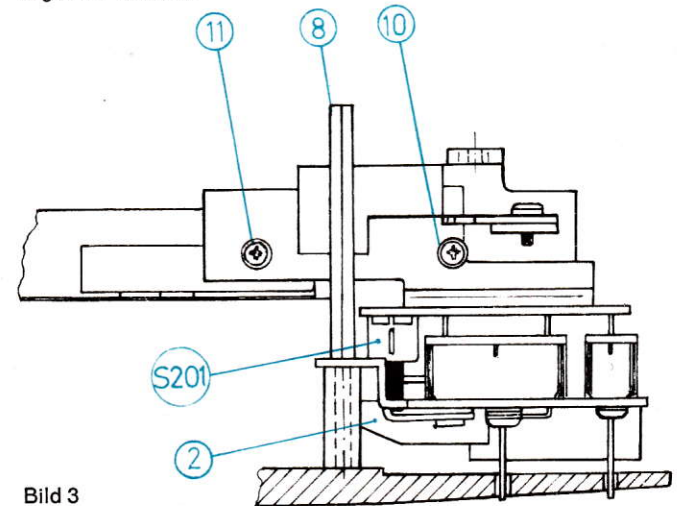

Bild 3
Zunächst sind die Bedienungsknöpfe (8) und (9) (Bild 1) durch Lösen der Madenschrauben abziehen. Nach Herausklappen der Verstärkerplatte läßt sich die Einstellerplatte folgendermaßen ausbauen: Von der Gehäuseseite mit den beiden Buchsen (10) und (11) (Bild 1 a) ausgehend, können die beiden Kreuzschlitzschrauben (11) und (12) (Bild 3) mit einem längeren Kreuzschlitzschraubendreher (möglichst magnetisch, da Schrauben in das Gehäuse fallen können) herausgedreht werden. Außerdem ist das Sechskantdistanzstück (8) (Bild 3) mit einem Maulschlüssel (SW 5) zu entfernen. In Richtung Batteriebox läßt sich der komplette Aufbau mit Einstellerplatte abheben. Entsprechende Leitungen können abgelötet werden.